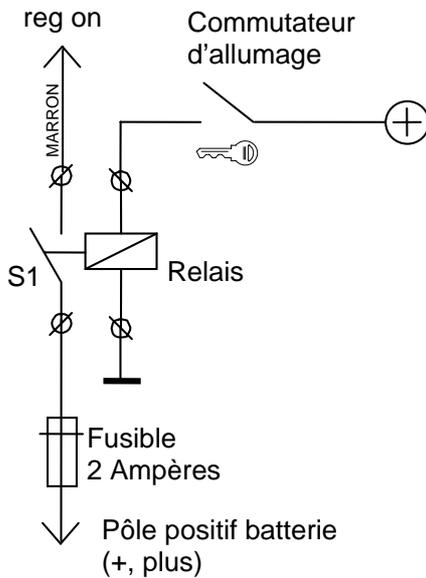
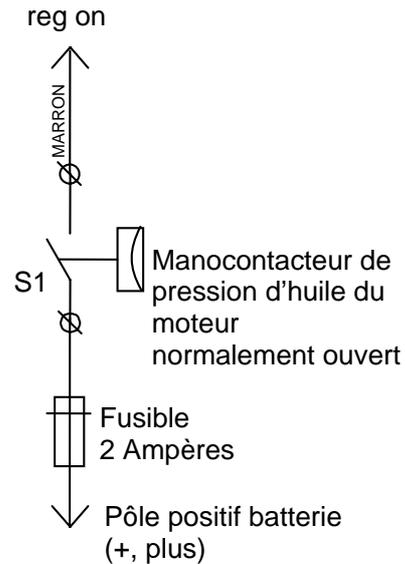

Figure 7 : Connexion du commutateur d'allumage
Figure 8 : Connexion d'un manostat de pression d'huile indépendant (non mis à la masse) avec contact normalement ouvert
- 5 Voir référence ⑤. Le câble marron du faisceau de câbles doit être connecté à la borne [reg on] du régulateur Alpha Pro. Connecter l'autre cosse du câble en la faisant passer dans le commutateur ("S1"), dont les contacts sont normalement ouverts, au pôle positif (+) de la batterie, tel qu'indiqué. Vous pouvez utiliser le commutateur d'allumage (Figure 7) ou de préférence un manostat de pression d'huile (non mis à la masse) indépendant (Figure 8). Utiliser un câble de 2.5mm2. Ce câble doit être sécurisé par un fusible de 2A. La borne [reg on] servant également à mesurer la tension, ce câble ne doit pas servir pour alimenter d'autres charges.